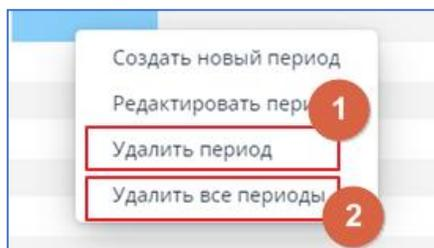

рис. 16.8. Удаление периодов планирования
- Выбрать **Удалить период**, если необходимо убрать конкретный период планирования (см. рис. 16.8. [1]).
- Выбрать **Удалить все периоды**, например, в случае, если отпала необходимость составлять новую версию графика ремонтов (см. рис. 16.8. [2]).